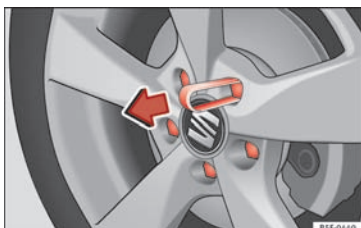

Fig. 71 Hjul: hjulbolte med dækkapper
- Skub plastikklemmen (hører med til bilens værktøj) på dækkappen, indtil den går i hak » **Fig. 71**.